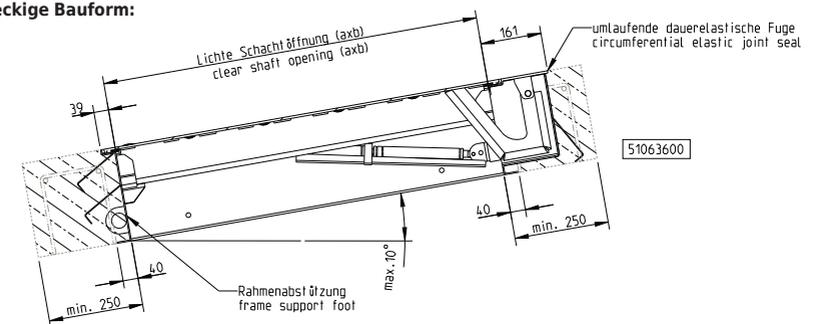

Abb. 3 – SD7 einbetoniert in Schräglage
- Die Schachtabdeckung ist für den Einbau in eine Schräglage von **maximal 10 % Gefälle** geeignet. Dabei ist die Lage der Scharniere gemäß beiliegender Zeichnung zu beachten! (Abb. 3)